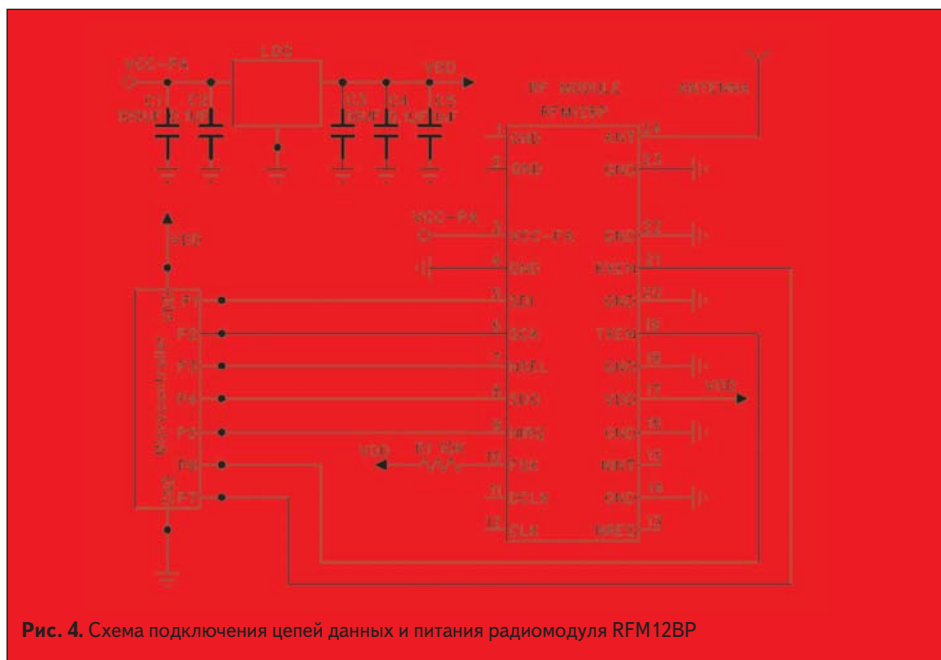

Рис. 4. Схема подключения цепей данных и питания радиомодуля RFM12BP
- Типовая схема подключения цепей данных и питания представлена на рис. 4.